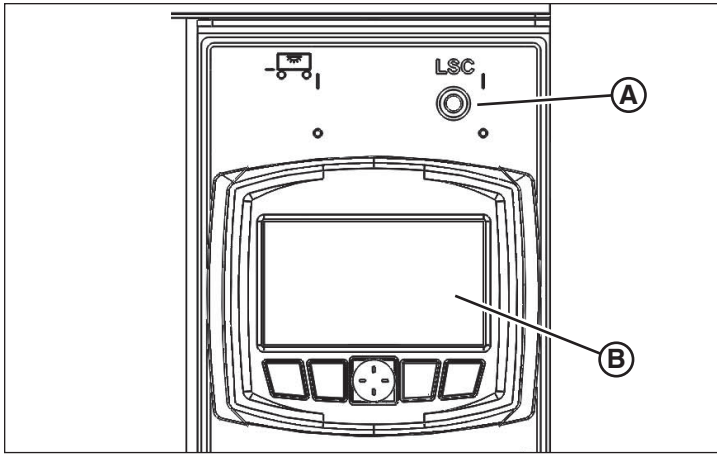

Figura 23
El panel de control del motor LSC consta de un interruptor de encendido y apagado del panel principal (A, Figura 23) y un panel de control de LSC con pantalla LCD (B).